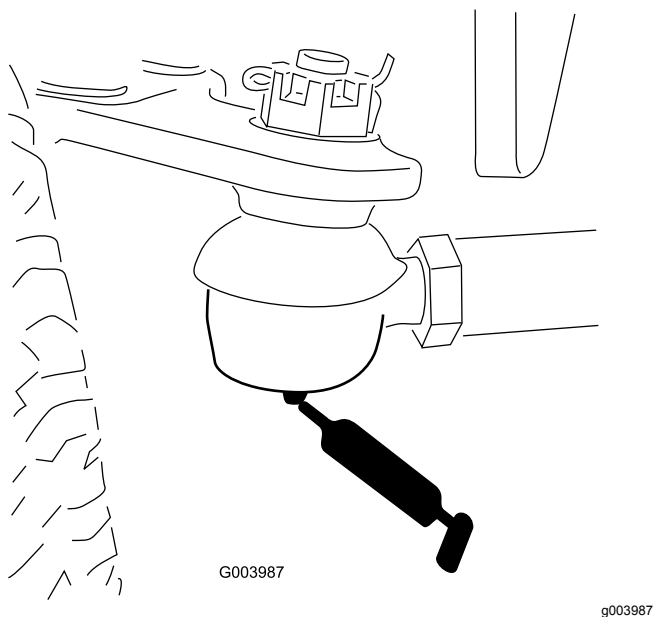

Figura 33
- Tirante del ponte posteriore (2)–Figura 33